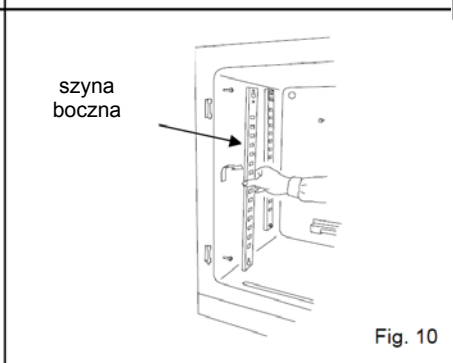

Fig. 10
11. Unieś szyny boczne i zdemontuj je (Rys. 10)